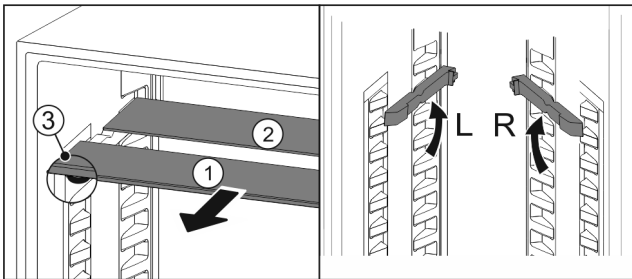

Fig. 94
- ▶ Glasplatten einzeln nach vorne herausziehen Fig. 94 (1).
- ▷ Glasplatte Fig. 94 (1) mit Zierleiste liegt vorne.
- ▷ Stopps Fig. 94 (3) zeigen nach unten.